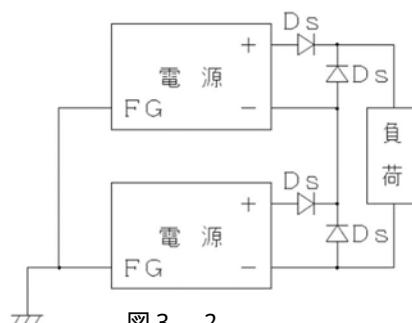

図3-2
- 出力電圧が5V以下の場合は図3-2のように接続し、Dsはショットキーダイオードを使用してください。